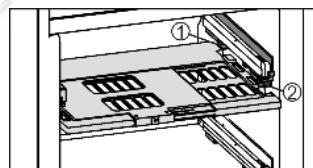

Fig. 17
- Установка пластины регулировки влажности: попречные ребра крышки на пластине вставить через низ в задний держатель Fig. 17 (1) и защелкнуть спереди на держателе Fig. 17 (2).